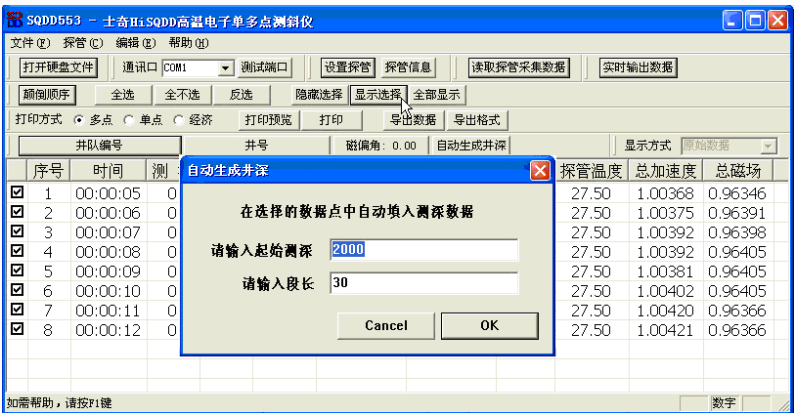

图 14
4. 单击自动生成井深按钮，只需输入起始测深和段长，点击 OK 按钮确认后，即可将测深自动填入相应的测量数据中。例如起始测深为 2000 米、段长为 30 米，屏幕显示如图 14 所示。